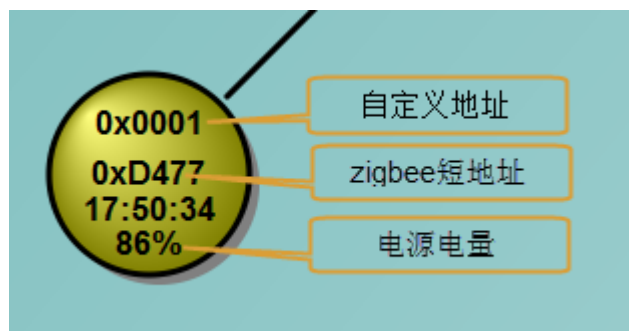

图 11 ZTop 的节点信息
- 在 ZTop 中，我们可以看到一个节点的相关信息。其中包括自定义地址，zigbee 的网络地址，还有一个节点的电量，如图 11 所示。